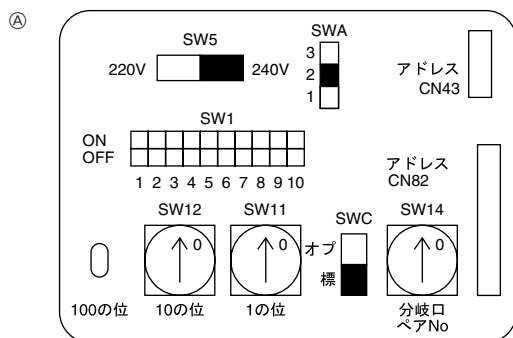

Fig. 6-4
6.3. Ρύθμιση διευθύνσεων (Fig. 6-4)